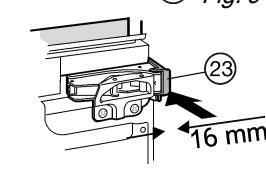

Fig. 10
- Distanzteil Fig. 10 (23) auf die oberen und Distanzteil Fig. 6 (24) auf die unteren Scharniere aufklipsen.